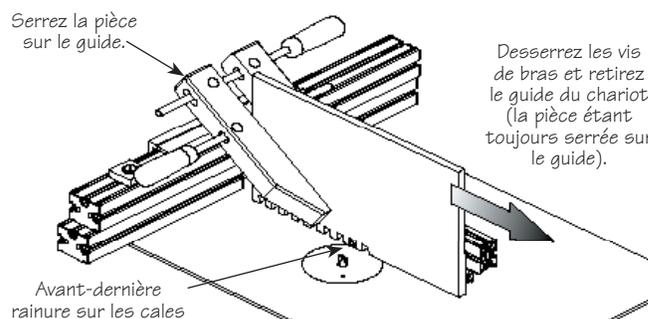

Figure 25: Pièce serrée sur le guide avec l'avant-dernière rainure sur les cales.
1. L'avant-dernière rainure étant toujours sur les cales, serrez la pièce sur le guide comme le montre la **figure 25**.